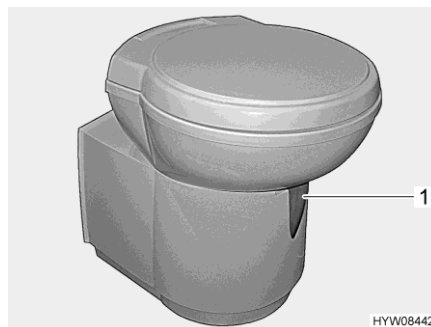

Fig. 191 Tazza del WC Thetford (orientabile)
- Prima di tirare l'acqua, aprire il cursore della toilette Thetford. A tal fine girare la leva del cursore (Fig. 191,1) in senso antiorario.